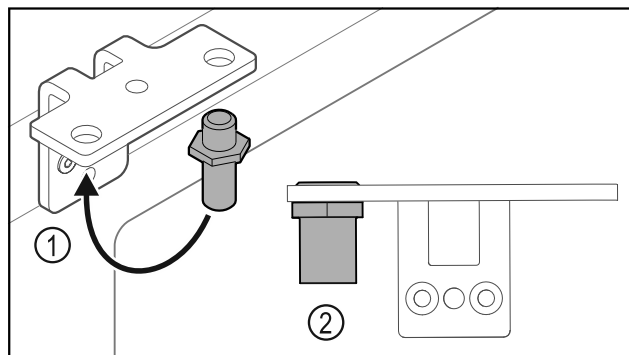

Fig. 36
- Premiestnite čap Fig. 36 (1) v uholníku závesu.
- Uťahnite čap Fig. 36 (2) **uťahovacím momentom 12 Nm**.